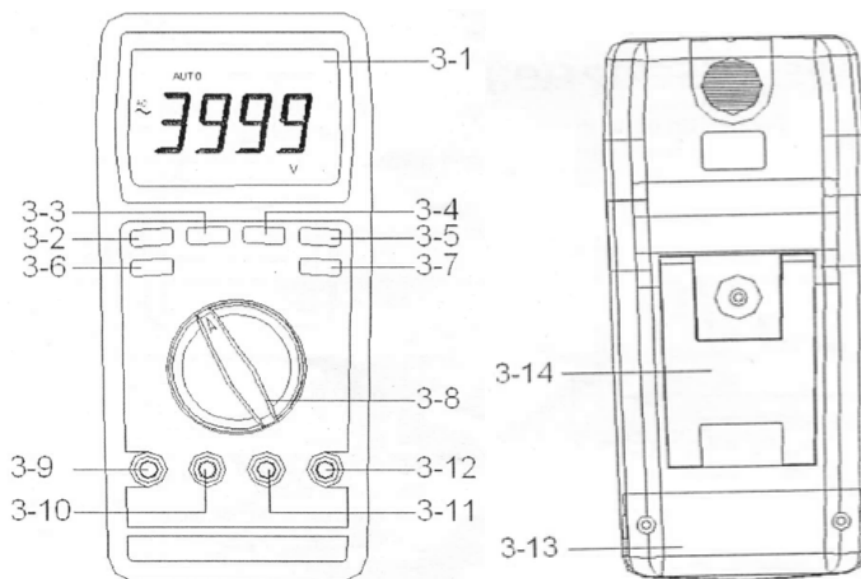

Fig.1
- a. Cuando no utilice el medidor, debe girar la función "Function rotary switch" (3 – 10, Fig. 1) a la posición "OFF".
- 1) Conecte la punta de prueba negra en la terminal "COM" (3 – 12, Fig.1)
- 2) Conecte la punta de prueba roja en la terminal "V" (3 – 11, Fig 1)
- a. Seleccione "Function rotary switch" (3-8, Fig.1) a la posición "ACV" para la medición de ACV
- b. Seleccione "Function rotary switch" (3-8, Fig.1) a la posición "DC V" para la medición de DCV (4V/40V/400V/1000V).
- c. Seleccione "Function rotary switch" (3-8, Fig.1) a la posición "DC mV" para la medición de DC mV (400 DC mV, un rango solamente)
- Bajo la operación del modo "auto rango", presione el botón "rango" (3-6, Fig.1) una vez se ejecutara el modo "Rango manual" y mantendrá el rango, el marcador de "AUTO" desaparecerá.
- Bajo la operación de escala manual, presione el botón "rango" (3-6 Fig.1) > 2 segundos, volverá al funcionamiento de rango automático, el marcador "AUTO" se presentará otra vez en la pantalla LCD.
- 2) Conecte el cable de prueba rojo en la terminal " Ω " (3 – 11, Fig 1)
- 3) Seleccione "Function rotary switch: (3 – 10, Fig 1) a la posición Ω .
- *Bajo la operación de modo de "auto rango", presione el botón "Rango" (3-6, Fig.1) una vez ejecutara el modo de "Rango manual" y mantendra el rango, el marcador "AUTO" desaparecerá.
- *Bajo la operación de rango manual, presione el botón "Range"(3-6 Fig.1) > 2 segundos, regresara a la operación de rango automático, el marcador "AUTO" aparecerá en la pantalla otra vez.
- 1) Conecte la punta de prueba negra en la terminal "COM" (3 – 11, Fig.1)
- 2) Para la medición "mA,uA", conecte el cable de prueba rojo en la terminal "mA uA" (3 – 10, Fig.1) Para la medición de corriente "10 A", Conecte la punta de prueba roja en la terminal "A". (3 – 9, Fig.1)
- 3) a. Para la medición "uA" (400 uA, 4000 uA), seleccione "Function rotary switch" (3 – 8, Fig.1) a la posición "uA".
b. Para la medición "mA" (40 mA, 400 mA), seleccione "Function rotary switch" (3 – 8, Fig.1) a la posición "mA".
c. Para la medición "10 A", seleccione "Function rotary switch" (3 – 8, Fig 1) a la posición "A".
- 4) Presione el botón "DCA/ACA" (3 – 5, Fig. 1) para seleccionar la medición "ACA" o "DCA".
- 6) Cuando la pantalla LCD muestra el marcador "AUTO", el medidor esta bajo la operación del modo "rango automático", presione el botón "Range" una vez (3 – 6 Fig.1) se ejecutará el modo "Rango manual" y mantendrá el rango, el marcador "AUTO" desaparecerá. Bajo la operación de escala manual, presione el botón "Range" (3 – 6 Fig.1) > 2 segundos, volverá al funcionamiento de rango automático.
- 1) Conecte la punta de prueba negra en la terminal "COM". (3-11, Fig.1)
- 2) Conecte la punta de prueba roja en la terminal "Ω". (3-12, Fig.1)
- 3) Seleccione "Function rotary switch" (3 – 8, Fig.1) a la posición "Ω", presione el botón "Ohm/Diode/Buzzer/" (3-7, Fig.1) para mostrar en la pantalla "Ω".
- 1) Conecte la punta de prueba negra en la terminal "COM". (3-11, Fig 1)
- 2) Conecte el cable de prueba rojo en la terminal de "Ω". (3-12, Fig.1)
- 3) Seleccione "Function rotary switch" (3 – 8, Fig. 1) al botón "Ohm/Diode/Buzzer " (3-7, Fig 1) para mostrar "→|+".
- 1) Conecte la punta de prueba negra en el terminal "COM" (3-11, Fig.1)
- 2) Conecte el cable de prueba rojo en la terminal "Foto" (3-12, Fig.1)
- 3) Seleccione "Function rotary switch" (3-8, Fig. 1) a la posición "FOTO".
Debido a la consideración de la existente "capacitancia perdida" de los circuitos internos o el lagarto de prueba. Para el rango 40 nF & 400 nF, debe hacer primero los procedimientos de ajuste de cero antes de hacer la medición. Abrir la terminal de entrada & no se conecta el condensador medido, presione el botón "REL". (3-4, Fig.1) la pantalla mostrará el valor cero. Luego conecte la medición del condensador otra vez hacer la siguiente medición.
- 2) Conecte el cable de prueba rojo en la terminal "V" (3 – 12, Fig.1)